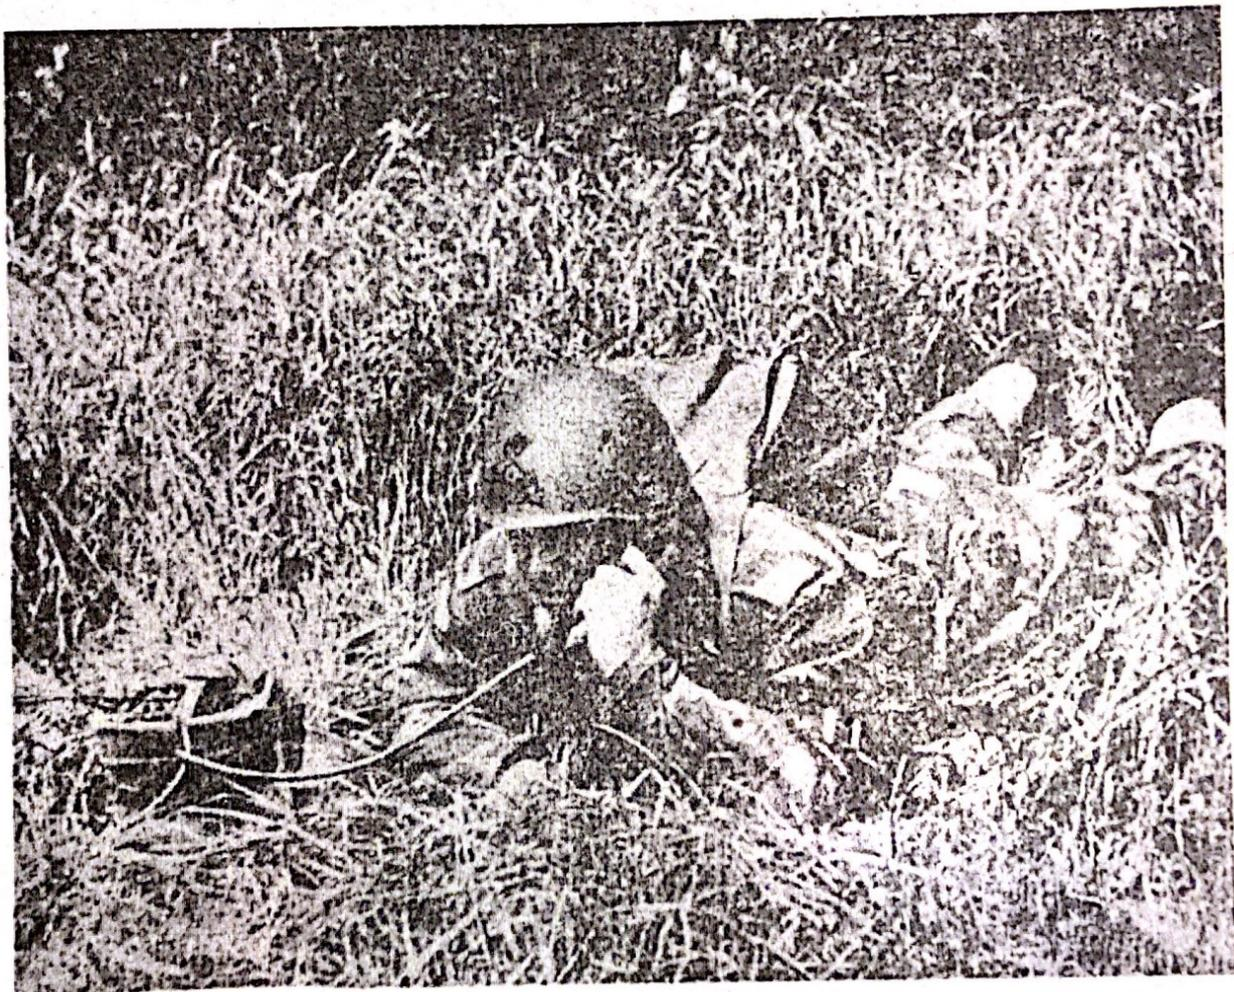

Fig. 1 - Telefono EE-8-B-I in fase d'impiego
a) *Caratteristiche* - Il telefono EE-8-B-I è un telefono portatile da campo (Fig. 1) studiato per impiego sia a batteria locale che centrale. Esso è compatto, robusto e portatile, la sua prestazione eguaglia quella dei migliori telefoni attualmente in uso. Esso comprende tutte le parti necessarie ad un telefono combinato per batteria locale o centrale e gli elementi del circuito sono disposti per una trasmissione priva di induzioni.